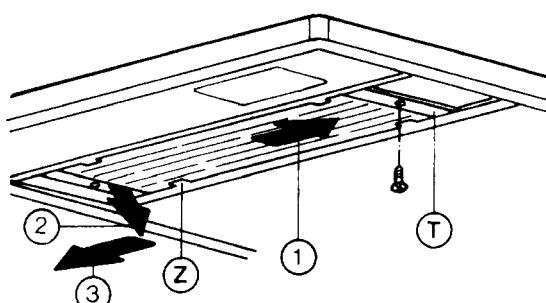

FIGURE 15
Avant de remplacer la lumière halogène, mettre la lumière halogène hors circuit afin d'éviter toute blessure. Pour remplacer la lumière halogène, (FIGURE 15), enlever les attaches du diffuseur (T) aux deux extrémités du panneau de lumière. Prudemment, faire glisser le panneau de lumière complètement vers la droite. Abaisser le côté gauche du panneau sous la collerette (Z), enlever ensuite le panneau en le glissant de nouveau vers la gauche. Retirer l'ampoule en pressant de l'arrière. Remplacer l'ampoule. Replacer le panneau en inversant la marche à suivre.